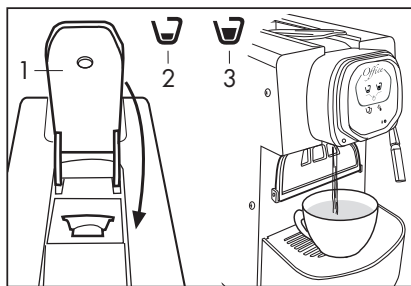

Fig. 9
**Avant d'introduire la capsule, soulever lentement et complètement le levier de commande (1) situé sur la partie supérieure de la machine pour expulser la capsule vide. Pour une bonne hygiène et pour maintenir la haute qualité du produit, il est recommandé d'expulser la capsule aussitôt après la distribution.**
- Refermer complètement le levier (1), appuyer sur le symbole de distribution (2-3) en fonction des goûts, et appuyer à nouveau dessus pour arrêter la distribution une fois la quantité voulue de café ou autre boisson atteinte (**Fig. 9**).